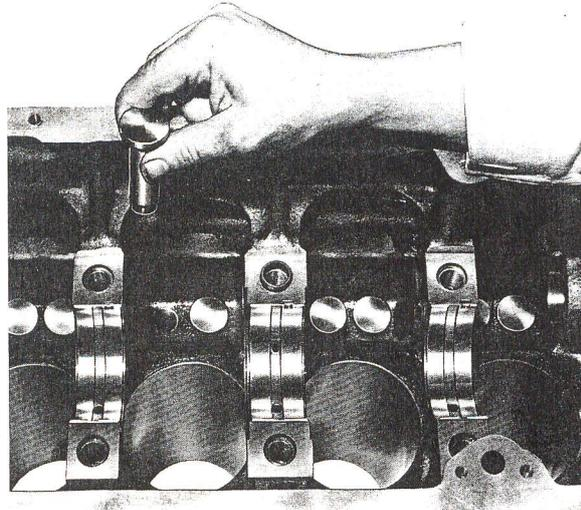

Fig. L16 — Dépose d'un poussoir.
8. Si nécessaire, procéder à la dépose des poussoirs après avoir déposé le carter d'huile (fig. L16).
1. Si les poussoirs ont été déposés, les remettre en place (fig. L16).